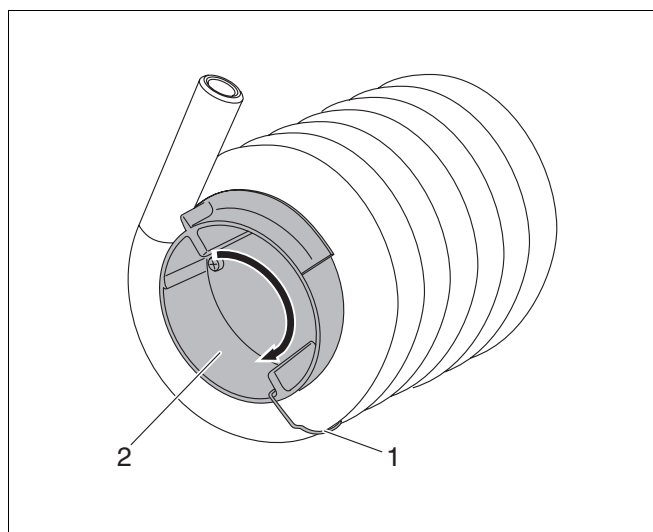

Abb. 50 Umlenktopf ausbauen
- Umlenktopf (Abb. 50, Pos. 2) für Verbrennungsabgase an der Unterseite des Wärmetauschers ausbauen, dazu Sicherungsstift (Abb. 50, Pos. 1) entfernen und Umlenktopf in Pfeilrichtung heraus-schrauben.